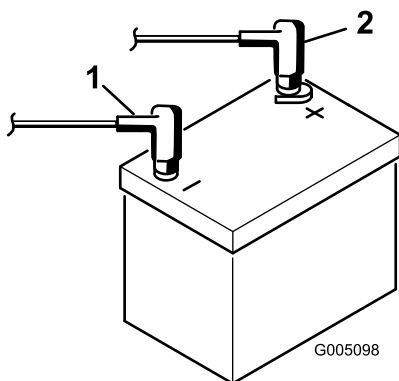

Figura 8
9. Conecte el cable positivo (rojo) al borne positivo (+) y el cable negativo (negro) al borne negativo (–) de la batería y sujételos usando los pernos y las tuercas (Figura 8). Deslice la cubierta de goma sobre el terminal positivo para evitar posibles cortocircuitos eléctricos.